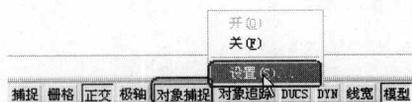

图 1-14 单击设置命令
(4) 单击界面下方状态栏中的 **对象捕捉** 按钮，打开“对象捕捉”功能（按钮凹陷时表示打开了该命令），然后在 **对象捕捉** 按钮上单击鼠标右键，在弹出的菜单中选择“设置”命令，如图 1-14 所示。